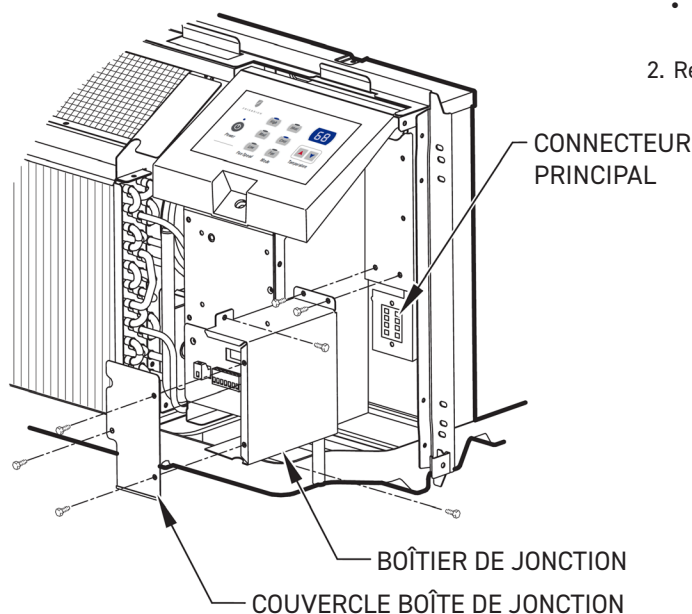

Figure E.4.1 Boîte de jonction
- Dévisser les trois vis sur le boîtier de jonction pour enlever le couvercle. Dévisser les vis du haut, arrière et latérales pour retirer le boîtier de jonction. Consulter la figure E.4.1.